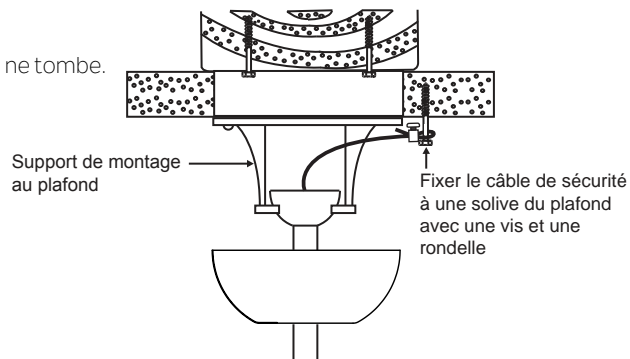

Fig. 10
**Étape 1.** Fixez la vis à bois et les rondelles fournies à la solive du plafond à côté du support de montage sans serrer (Fig. 10).